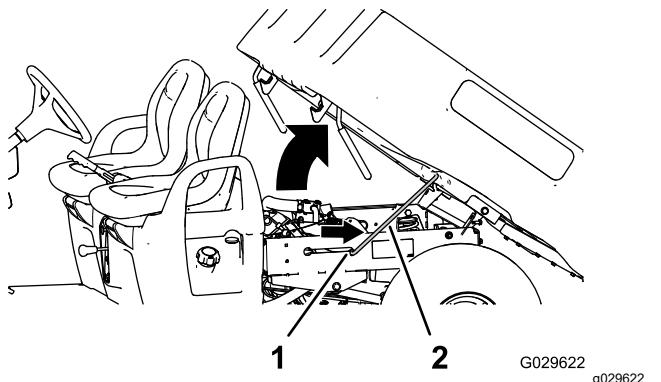

Figure 13
2. Engagez la béquille dans le cran de verrouillage pour bloquer le plateau en position (Figure 13).
2. Sortez la béquille du cran de verrouillage (Figure 13).
3. Baissez le plateau jusqu'à ce qu'il se verrouille fermement en place (Figure 13).